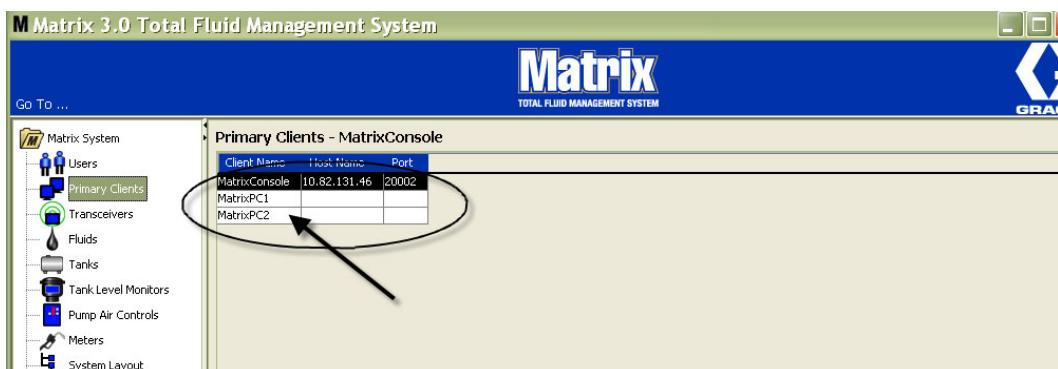

Рис. 81
6. Новый основной клиент появляется внизу перечня на экране «Primary Clients» [Основные клиенты] (Рис. 81). Помните, что после указания имени нового основного клиента, имя появится с пустыми полями имени узла и порта. Эти поля заполняются автоматически, когда основной клиент соединится с обработчиком служб Matrix.